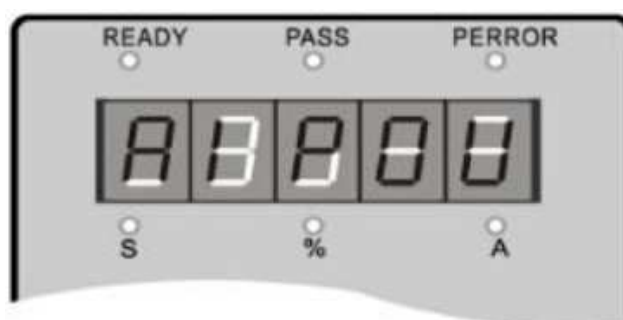

Рис. 3.1-1
3. После подачи питания на дисплее появится индикация **APPOU** или **BEADY**, и загорится индикатор READY. См. Рис. 3.1-1